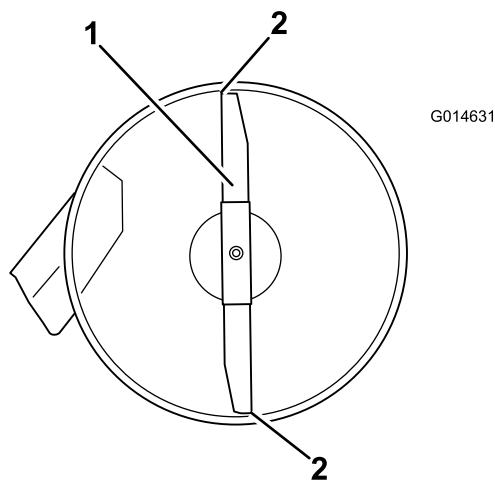

Bild 52
4. Drehen Sie die Messer vorsichtig, sodass sie in Längsrichtung zeigen (Bild 52).
5. Messen Sie zwischen der Messerspitze vorne und hinten und der ebenen Fläche (Bild 52).
9. Überprüfen Sie nach dem Einstellen erneut die Neigung in Längsrichtung. Stellen Sie die Mutter ein, bis die vordere Messerspitze um 1,6 mm bis 7,9 mm tiefer liegt als die hintere Messerspitze (Bild 52).